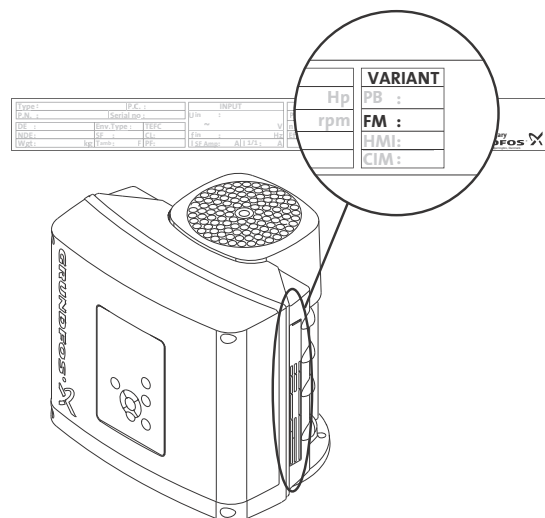

Fig. 102 Identificazione modulo funzionale
Il numero di morsetti dipende dal modulo funzionale (FM). L'identificazione del modulo installato è possibile grazie alla targhetta motore. Vedi fig. 102.